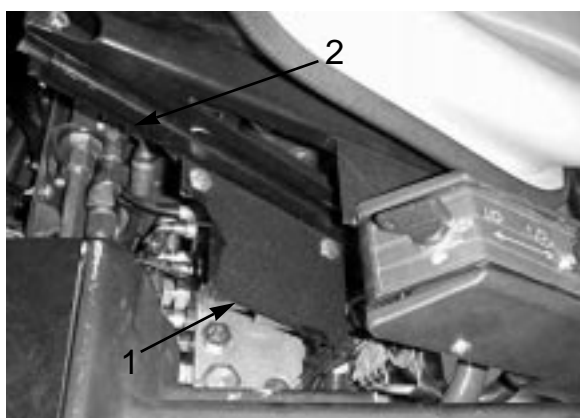

図 5
7. シート・ベースの右側にバルブ・シールドを取り付ける（キャリッジ・ボルト（5/16 × 5/8）とナット各2を使用）。シールドの位置は図5を参照。